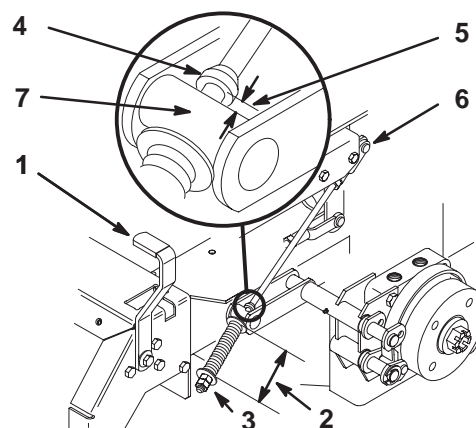

Figure 60
2. Mesurez la longueur du ressort. Les rondelles doivent être distantes de 74 mm (2-3/4") (Fig. 60).
3. Si un réglage est requis, desserrez l'écrou de blocage situé sous le ressort et serrez l'écrou directement au-dessous de la chape (Fig. 60). Vissez l'écrou jusqu'à ce que le ressort ait la longueur voulue. Serrez les deux écrous ensemble et répétez la procédure de l'autre côté de la machine.
6. Mesurez la distance entre le galet de tourillon et le collier sur la tige de frein. Elle doit être comprise entre 5 et 7 mm (3/16 et 1/4") (Fig. 60).
7. Si un réglage est requis, desserrez l'écrou de blocage situé juste au-dessous de la chape. Tournez les écrous de réglage inférieurs jusqu'à obtention de l'écart voulu (Fig. 60). Serrez l'écrou de blocage sur la chape.